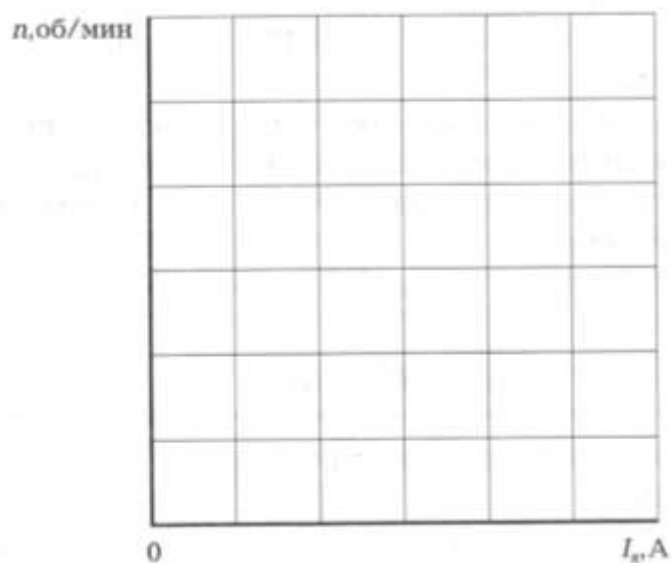

Рис. 9.2 Частотная характеристика двигателя
1. На основании данных табл. 9.2 вычислить ток якоря $I_{\text{я}}$ и результаты занести в табл. 9.2. построить на рис. 9.2 частотную характеристику $n = f(I_{\text{я}})$.